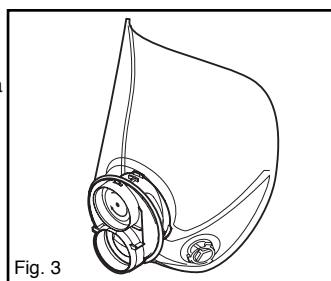

Fig. 3
4. Coloque la válvula 6889 nueva sobre el puerto de exhalación y empuje o presione el vástago en el orificio central. Asegúrese de que la válvula esté bien asentada y que gira libremente en el soporte (Fig. 3).